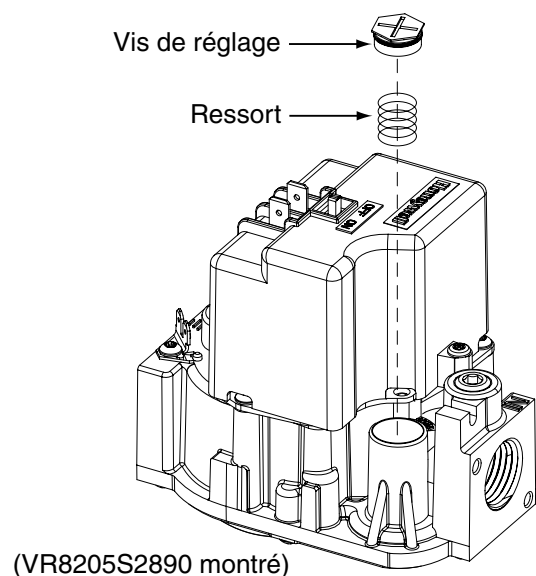

Figure 3. Démontage du ressort et de la vis de réglage du régulateur de pression
2. Retirez et jetez la nouvelle vis de plastique d'ajustement du régulateur de pression du robinet de gaz. Voyez la Figure 3.